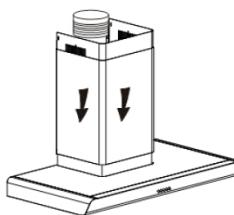

Abb. 13
— Schließen Sie den Kanal am Luftauslass nach außen an (Abb. 13).
- Schließen Sie den verlängerbaren Kanal an den Abweiser an (Abb. 13).